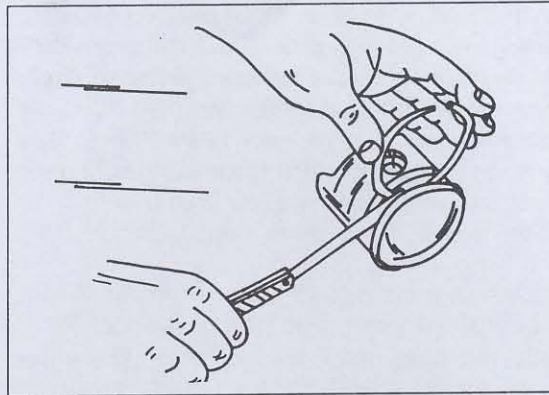
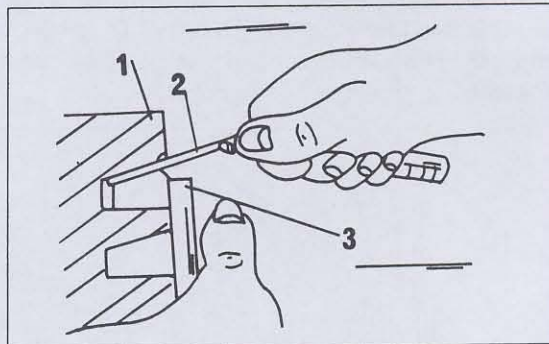

Bild 82
Bild 83
- Das Höhenspiel der Kolbenringe in den Nuten des Kolbens ausmessen. Bei einem Benzinmotor dazu eine Blattfühlerlehre zwischen der Oberseite der Kolbenringe und die Kolbenringnut im Kolben einschieben, wie es in Bild 82 gezeigt ist. Bei einem Dieselmotor sind die Kolbenringe von einem unterschiedlichen Querschnitt. Dies verlangt, dass die Kolbenringe vollkommen in der Nut sitzen müssen, ehe man den Spalt messen kann. Zur Kontrolle, unter Bezug auf Bild 83, ein Stück Flacheisen (3) gegen den Kolben anlegen, um die Ringe in die Nuten zu drücken und dann eine Blattfühlerlehre schräg einschieben, um den Spalt zu messen. Die Nuten müssen vor Ausmessung einwandfrei gereinigt werden. Falls die Spalte nicht innerhalb der angeführten Werte liegen, muss der betreffende Kolbenring oder in schlimmen Fällen auch der Kolben erneuert werden. Übergrosse-Kolbenringe stehen in den gleichen Grössen wie die Kolben zur Verfügung.